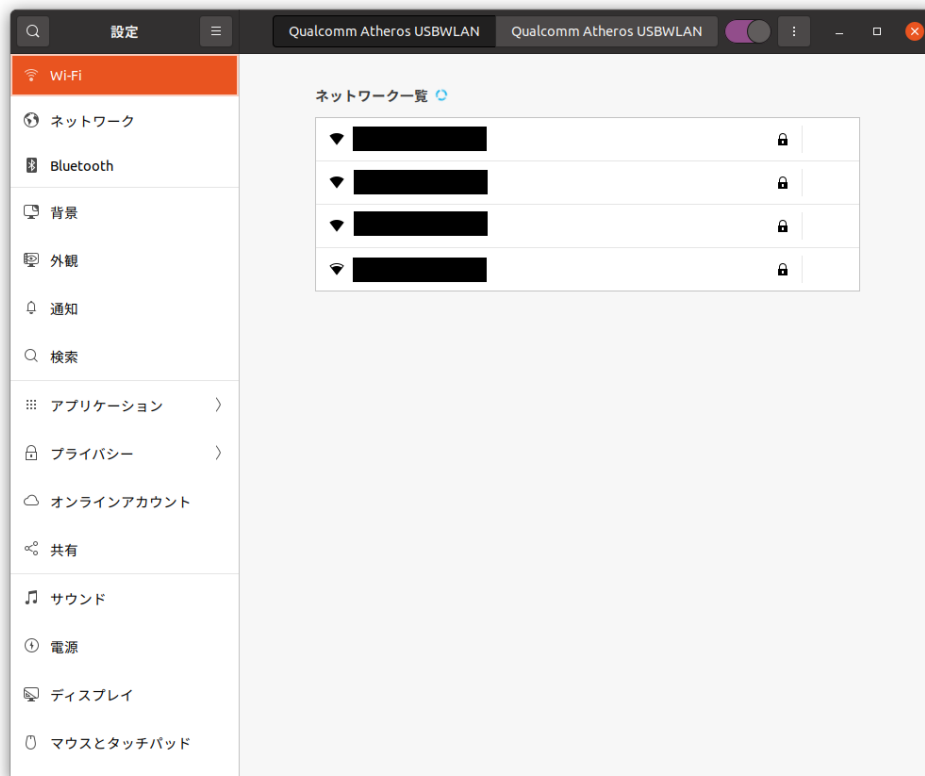

図 2-5-2. ネットワーク設定画面の起動
- ② 左ペインから「Wi-Fi」を選択することで、図 2-5-2 のようなネットワーク一覧が起動します。接続先をクリックしてください。クリック後、接続先の設定によっては、パスワード入力を求められることがあります。